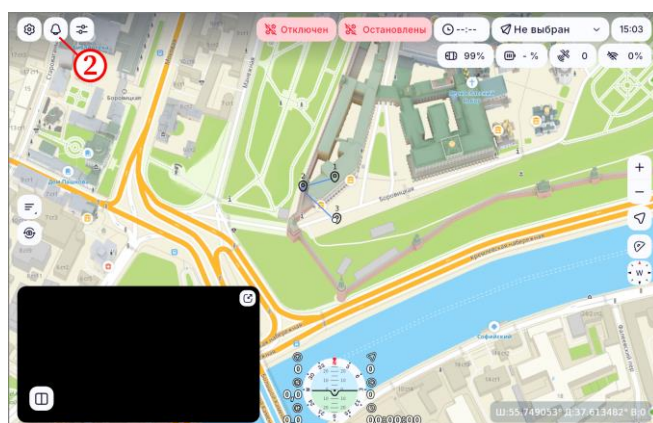

Рисунок 57
- в главном окне ПО нажать на кнопку  (рисунок 57, шаг 2);